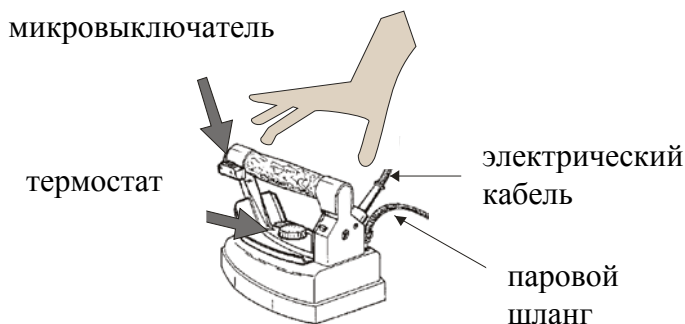

Рис. 5
Включите кнопку бойлера (Рис. 2D) и кнопку утюга (Рис. 2C) и установите термостат в положение "ХЛОПОК" (Рис. 5). Дождитесь выключения "индикатора бойлера" (Рис. 2F); манометр должен показывать 2,8 бар (Рис. 2E).
Возьмите утюг за пробковую ручку и нажмите микропереключатель (Рис. 5) 4 – 5 раз до выхода пара. Убедитесь что пар сухой, направив его в пол.
1. Начните гладить белье, нажимайте микропереключатель на утюге для подачи пара. Для лучшего результата, установите термостат (рис. 5) в положение "хлопок".
4. Для сухого глажения можно настроить термостат (Рис. 5) в различные позиции, в соответствии с типом белья (см. маркировку на белье). Для глажения с паром, установите термостат в позицию "хлорок" или "лен".
2. паровой шланг и электрический кабель в случае повреждения (рис. 5).